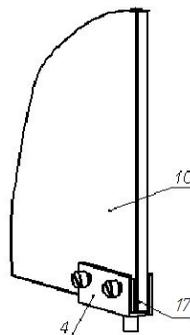

Рис. 3
4.6. После этого установить стеклянную дверь (см. рис.3), закрепив её на петлях 4, с помощью винтов М4х4 и металлических прокладок 17